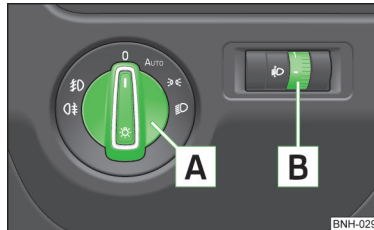

Abb. 36
Bei Fahrzeugen mit Rechtslenkung weicht die Anordnung der Bedienungselemente zum Teil von der in » Abb. 36 auf Seite 56 gezeigten Anordnung ab. Die Symbole, die die Stellungen der Bedienungselemente markieren, sind gleich.
**Lichtschalterstellungen - Drehen des Schalters** **A** » Abb. 36
- ✓ Der Lichtschalter befindet sich in der Stellung **0** oder **AUTO** » Abb. 36 auf Seite 56.